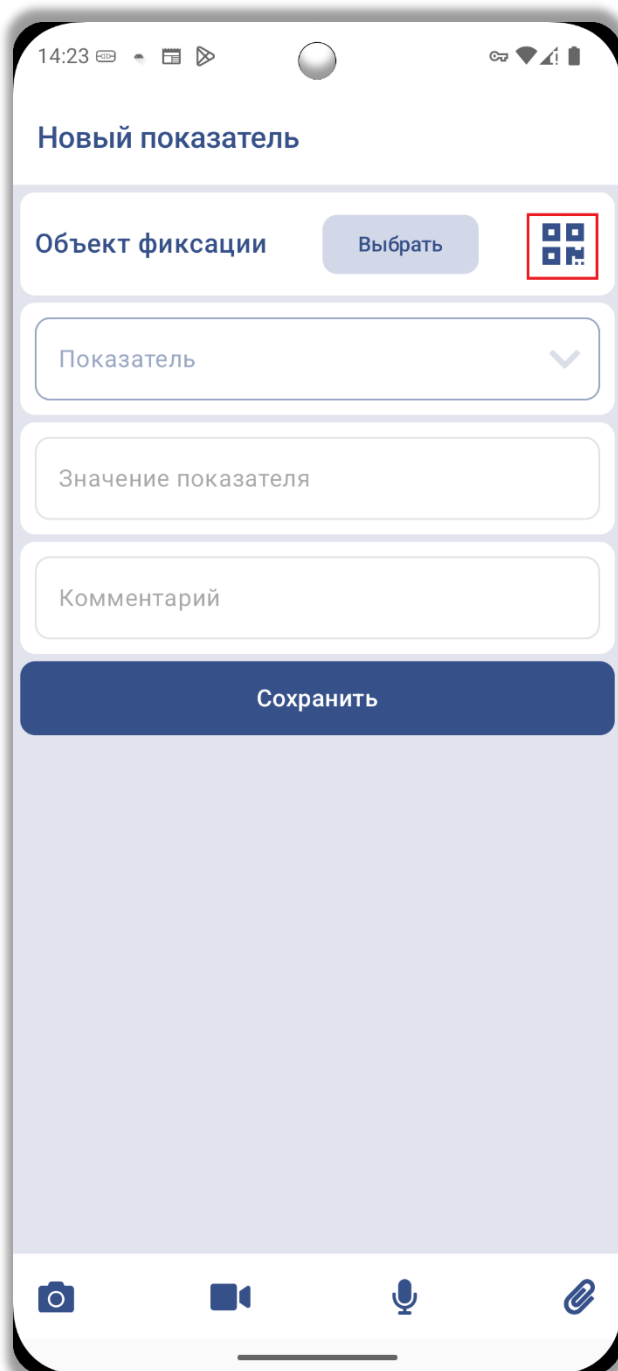

Рисунок 113 – Сканирование QR-кода.
- отсканировать QR-код (если он нанесен на объект ремонта) – для этого необходимо нажать на иконку «QR-кода» (рис. 113).